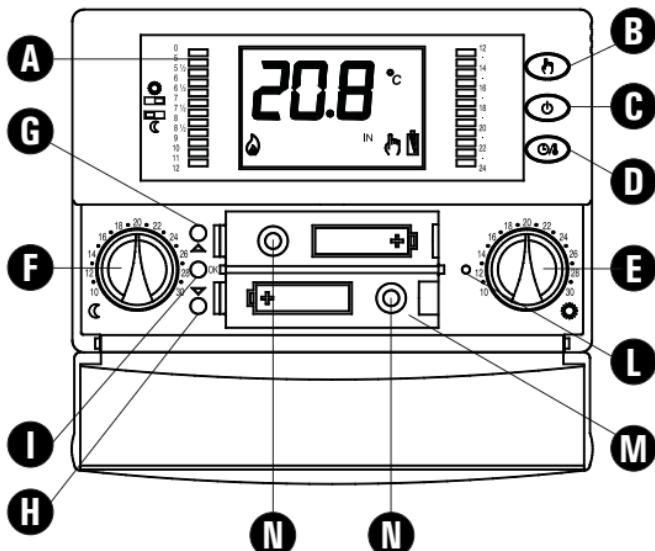

Fig. 1 - Abb. 1
- Inserire le batterie nel vano batterie (M di Fig. 1); vedi paragrafo 'INSERIMENTO / SOSTITUZIONE BATTERIE'.
Inserire le pile rispettando le polarità indicate nell'apposito vano (Fig. 1) ed eseguire l'operazione di reset agendo con un oggetto appuntito attraverso l'apposito foro (L di Fig. 1). **NON USARE AGHI.**
'OK': Programmazione/Ora/Conferma (I di Fig. 1);
' Δ ': Avanti (G di Fig. 1);
' ∇ ': Indietro (H di Fig. 1);